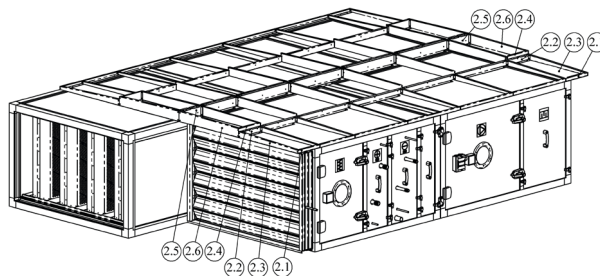

Abb. 7.3
4. Montieren Sie die hinteren Halter 2.1, 2.2, 2.3, 2.4, 2.5 und 2.6, verbinden Sie sie mit selbstschneidenden Schrauben 4,8 x 19 DIN 7504K mit dem Rahmen und befestigen Sie sie mit selbstschneidenden Schrauben 4,8 x 19 DIN 7504K am Gerät, wie in Abbildung 7.3 gezeigt.